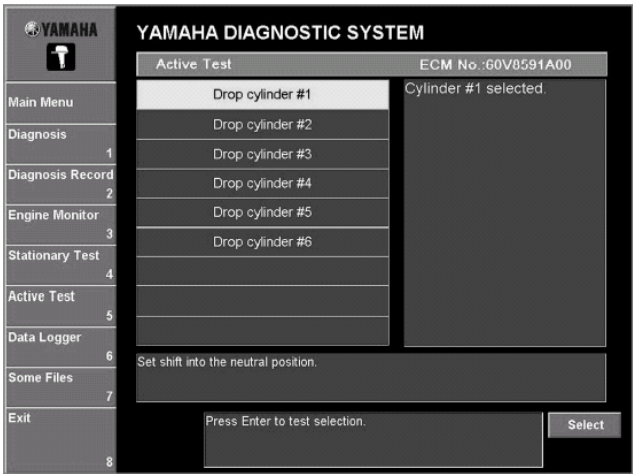

Рис. 96
1. Выбрать, на каком цилиндре будет пропускаться зажигание и подача топлива или щелчком по нему или нажатием клавиши курсора вверх или вниз на клавиатуре. (Рис. 96)
2. Щелкнуть **Выбор(Select)** или нажать клавишу Enter на клавиатуре. (Рис. 96)